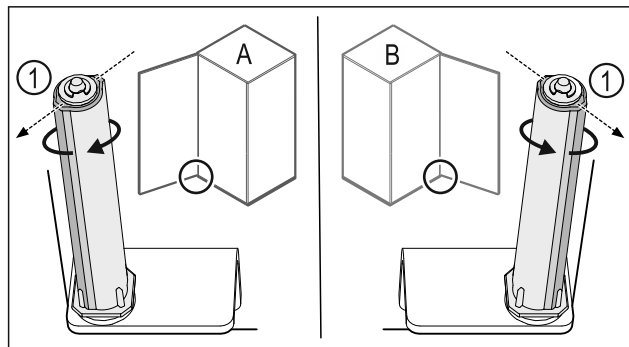

Fig. 37 Левое навешивание (A) / правое навешивание (B)
- ▶ Поворачивайте систему закрытия, преодолевая сопротивление до тех пор, пока ее ребро Fig. 37 (1) не будет направлено наружу.